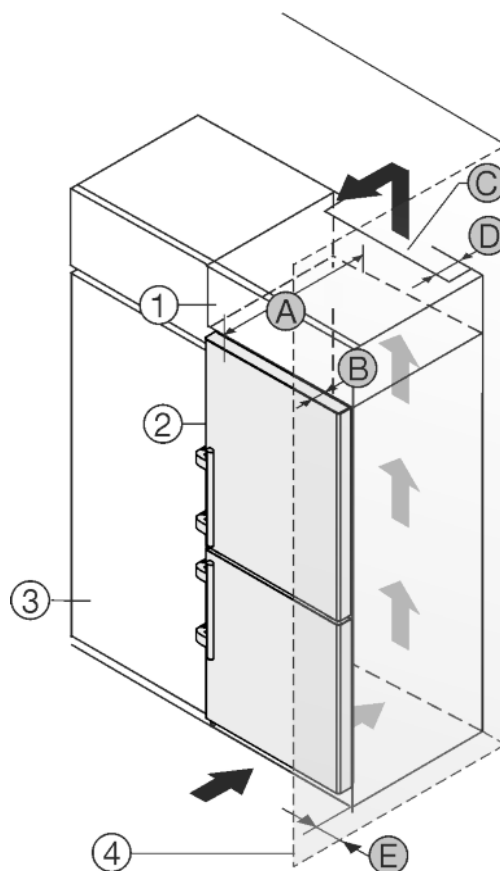

Fig. 42
Urządzenie może zostać obudowane szafkami kuchennymi. Aby dopasować urządzenie Fig. 42 (2) do wysokości ciągu szafek kuchennych, można nad urządzeniem umieścić szafkę nasadzaną Fig. 42 (1).
Urządzenie można ustawić bezpośrednio obok szafki kuchennej Fig. 42 (3). By móc całkowicie otworzyć drzwi, urządzenie musi wystawać przynajmniej o głębokość Fig. 42 (B) za front szafki kuchennej. W zależności od głębokości szafek kuchennych oraz od zastosowania elementów dystansowych urządzenie może wystawać jeszcze bardziej.
- Na tylnej ścianie szafki nasadzonej wymagany jest wydzielony kanał wentylacyjny o głębokości Fig. 42 (D) na całej szerokości szafki.
- Pod sufitem pomieszczenia należy zachować przekrój odpowietrzający Fig. 42 (C).
Jeżeli urządzenie będzie ustawiane z zawiasami do ściany Fig. 42 (4), to pomiędzy urządzeniem i ścianą należy zachować odstęp Fig. 42 (E). Na taką odległość wystaje klamka przy otwartych drzwiach.